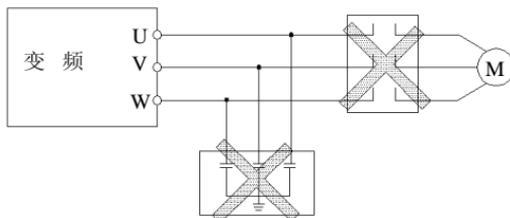

图 3-3 变频器与电机之间禁止使用接触器和吸收电容
- (1) 接线前，确保已完全切断电源 10 分钟以上，否则有触电危险。
- (2) 严禁将电源线与变频器的输出端 U/T1、V/T2、W/T3 连接。
- (3) 变频器本身机内存在漏电流，中大功率变频器整机的漏电流大于 5mA，为保证安全，变频器和电机必须安全接地，接地线一般线径为 14~12AWG 铜线，接地电阻小于 10Ω。
- (4) 变频器出厂前已通过耐压试验，用户不可再对变频器进行耐压试验。
- (5) 变频器与电机之间不可加装电磁接触器和吸收电容或其它阻容吸收装置，如图 3-3。
- (6) 为提供输入侧过电流保护和停电维护的方便，变频器应通过中间继电器与电源相连。
- (7) 控制继电器及控制回路端子的接线(MI1、MI2、MI3、MI6、A01、M01、FWD、REV 等)应选用 22~16AWG 绞合线或屏蔽线，屏蔽层一端悬空另一端与变频器的接地端子  相连，接线长度小于 20m。